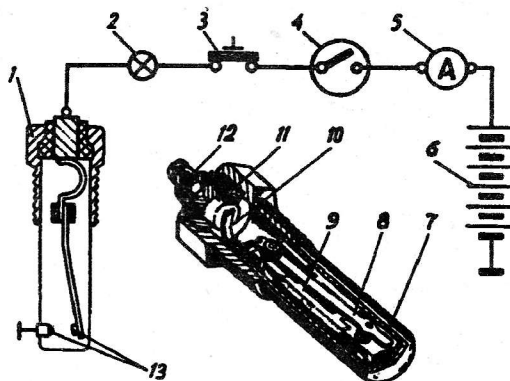

Рис. 291. Контрольная лампа температуры охлаждающей жидкости в радиаторе:
**Контрольная лампа температуры охлаждающей жидкости**, расположенная на щитке приборов, загорается при повышении температуры охлаждающей жидкости в радиаторе до  $104\text{--}109^{\circ}\text{C}$  (рис. 291). Датчик типа ТМ104-Т помещен в верхнем бачке радиатора.